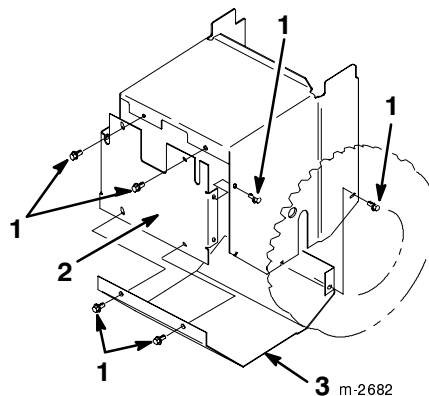

Figure 33
4. Enlevez les 8 vis de fixation des plaques de protection arrière et inférieure et déposez celles-ci (Fig. 33).